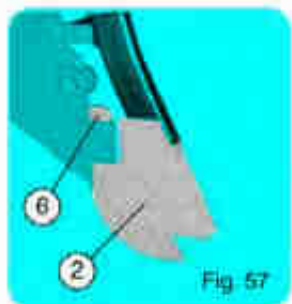

Fig. 57
- Enlever la pointe 7065a, puis mettre en place la pointe (2) réf. 7065b (fig. 57). Bien écarter la goupille fendue (6) pour qu'elle ne touche pas aux disques ouvreurs.
- Remove the shoe 7065a, then position the tip (2) ref 7065b (fig. 57). Split open wide the pin (6) so that it does not touch the disc openers.
- Quitar la punta 7065a, y despues colocar en su lugar, la punta (2) réf. 7065b (fig. 57).